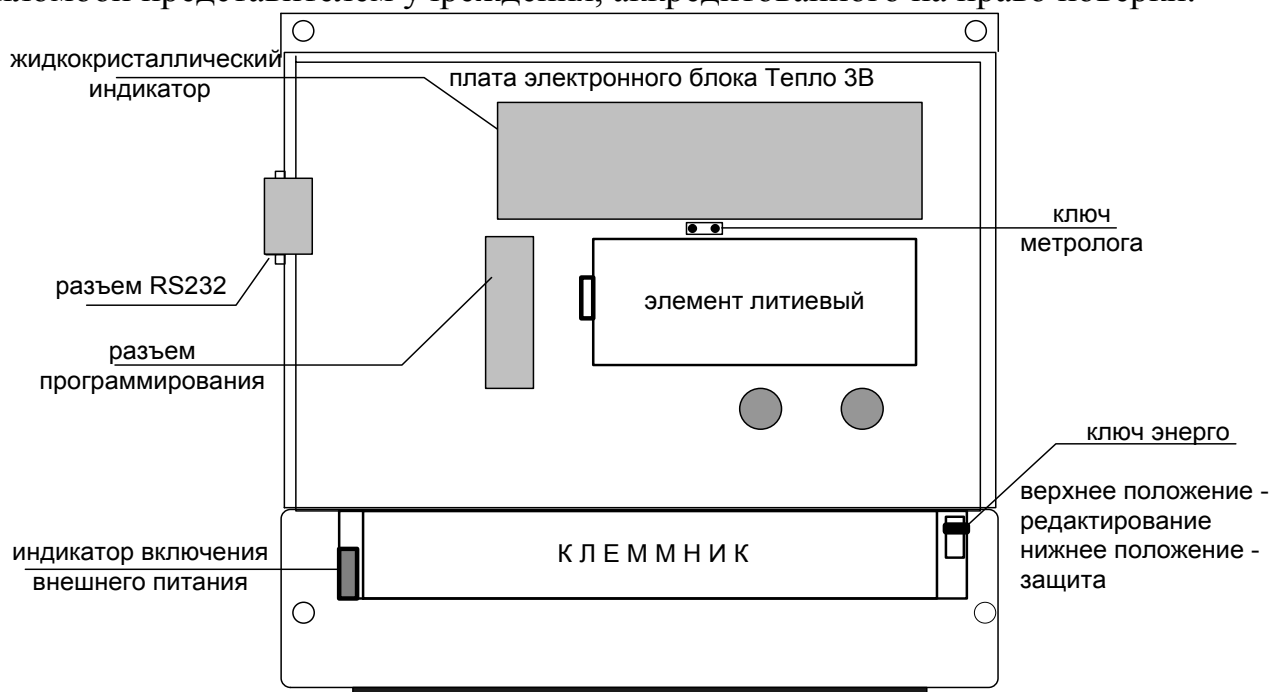

Рис.5.1. Расположение переключателей, индикаторов, разъемов на плате электронного блока Тепло-3В.
- после завершения калибровки измерительных каналов снимается крышка «Тепло-3В», и на плате «Тепло-3В» удаляется перемычка в "ключе метролога" (на рис.5.1 "ключ метролога" установлен), что препятствует запуску процесса перекалибровки. После проведения поверки один из крепежных винтов крышки корпуса «Тепло-3В» крепится к основанию корпуса и пломбируется навесной пломбой представителем учреждения, аккредитованного на право поверки.
«РЕЖИМ», перебор значений параметров - кнопкой «ПАРАМЕТР». Перед изменением значений настроечных параметров переключатель «ключ энерго» должен быть переведен в положение «редактирование» (рис.5.1).